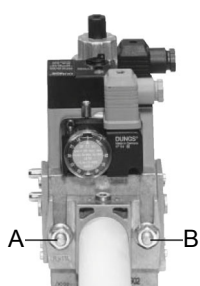
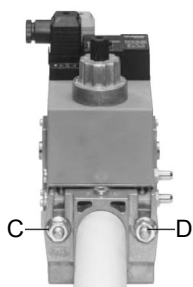

Fig. 6
Fig. 7
3. stringere le viti A, B, C e D (Fig. 6 - Fig. 7), rispettando le posizioni di montaggio (Fig. 9);
La posizione dell'indicatore nella ghiera indica il valore della pressione in uscita calcolato come percentuale del fondo scala del sensore PS (Fig. 6)